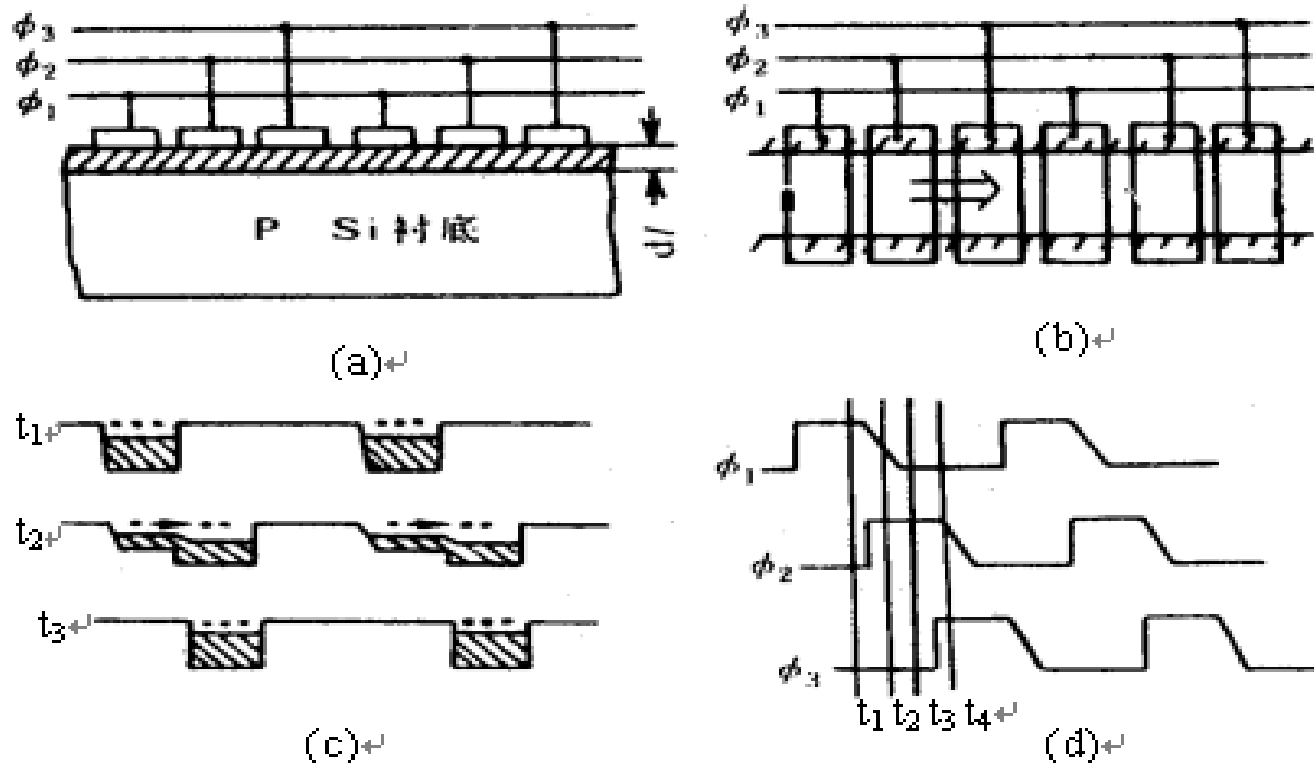

图 2 三相 CCD 传输原理图
- 简单的三相CCD结构如图2所示. 每一级也叫一个像元, 有三个相邻电极, 每隔两个电极的所有电极(如1、4、7……, 2、5、8……, 3、6、9……)都接在一起, 由3个相位相差 120° 的时钟脉冲 ϕ_1 、 ϕ_2 、 ϕ_3 来驱动, 故称三相CCD, 图2(a)为断面图; 图(b)为俯视图; 图(d)给出了三相时钟之间的变化. 在时刻 t_1 , 第一相时钟 ϕ_1 处于高电压, ϕ_2 、 ϕ_3 处于低压. 这时第一组电极1、4、7……下面形成深势阱, 在这些势阱中可以贮存信号电荷形成“电荷包”, 如图(c)所示.